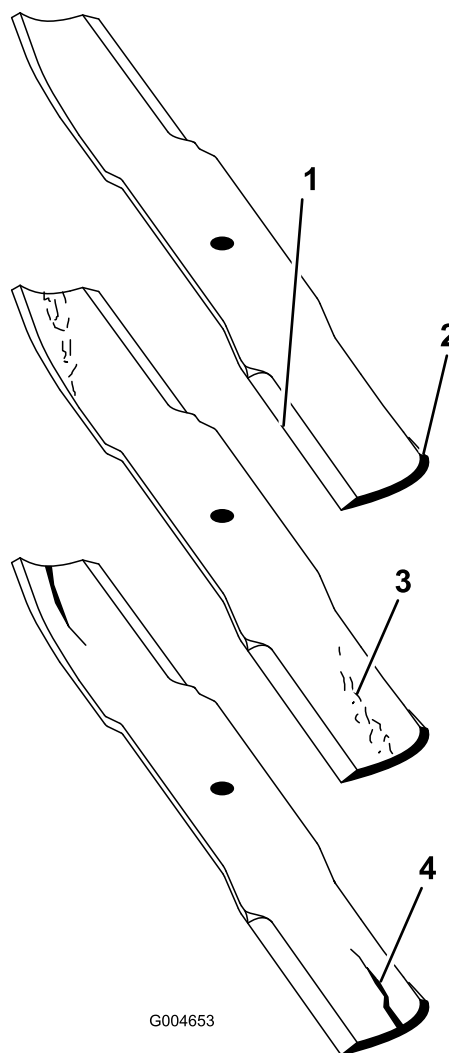

Рисунок 86
- Осторожно проверьте режущие кромки ножей, особенно в точке соединения плоской и изогнутой частей ножа (Рисунок 86).
Примечание: Так как песок и абразивные материалы могут вызвать износ металла, соединяющего плоскую и изогнутую части ножа, проверьте нож перед использованием газонокосилки. При обнаружении износа (Рисунок 86) замените нож.